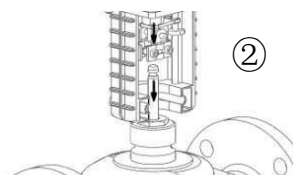

Рис. 6
- 2. Распакуйте привод, снимите U-образный болт на приводе и ослабьте зажим на штоке привода. После того, как шток привода и шток клапана окажутся наверху, нажмите вместе, чтобы нижняя часть привода упала на монтажную плоскость корпуса клапана (Рис.6). Поверните привод так, чтобы средняя линия штока клапана была в центре, чтобы плоскость центральной линии двух опор привода была параллельна оси.